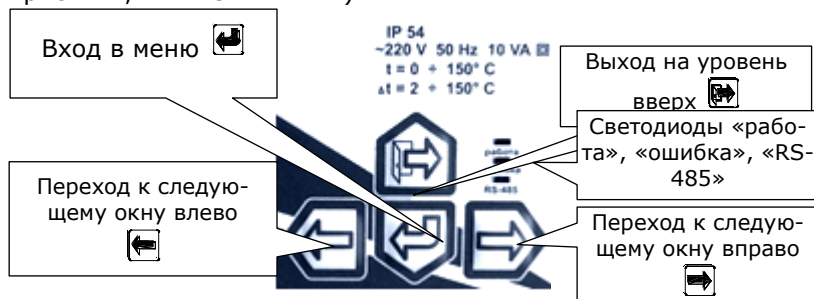

Рис. 5.1
5.11 Управление работой теплосчётчика осуществляется четырьмя кнопками, расположенными на передней панели (см. рис. 5.1), и кнопкой «служебная», расположенной на плате цифровой обработки (см. рис. В.1, ПРИЛОЖЕНИЕ В).
5.12 О состоянии теплосчётчика можно судить по состоянию трех светодиодов, расположенных на панели управления (см. рис. 5.1). Мигание зеленого светодиода примерно раз в секунду свидетельствует о нормальной работе теплосчётчика. Мигание красного светодиода сигнализирует о наличии НС, непрерывное свечение – о наличии ТН. Желтый светодиод сигнализирует о передаче данных по интерфейсу RS-485.